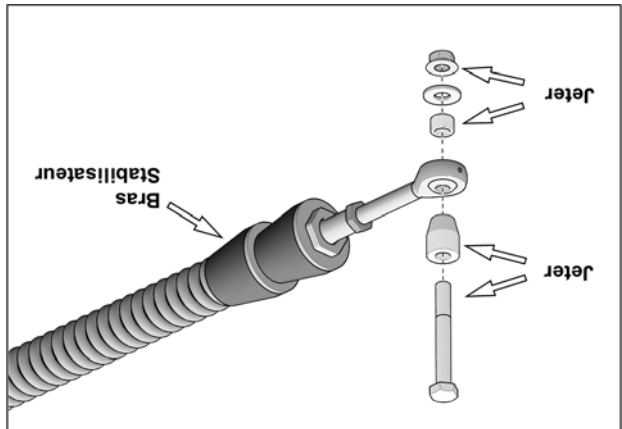

Fig. 3
4. Retirer et jeter les boulons, espaceurs et écrous aux rotules des bras stabilisateurs des systèmes avant. Conserver les rondelles pour installation à l'étape 11. Voir la Fig. 3